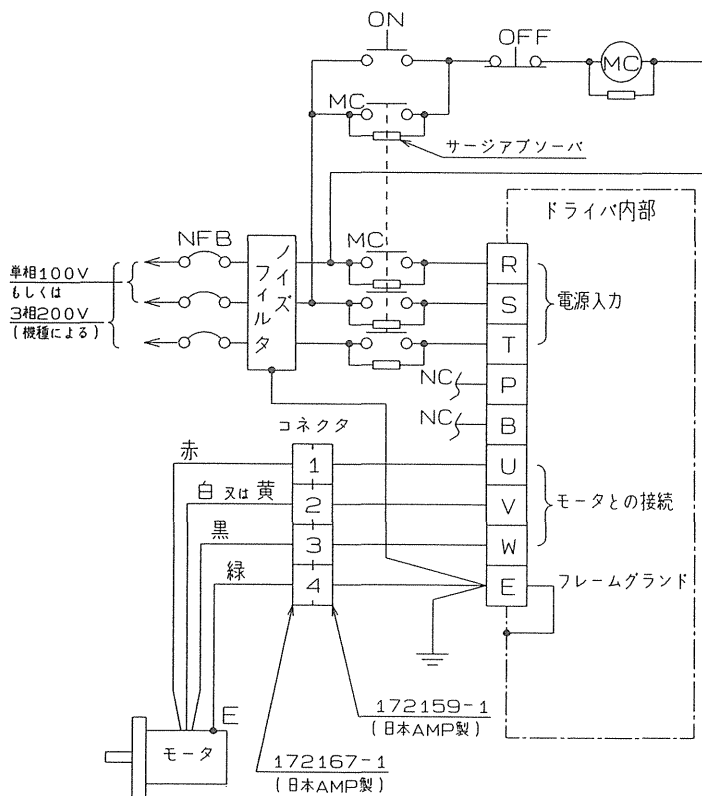

図 1. 端子台への配線例
- (1) 図1の"端子台への配線例"に従って配線してください。
- (2) 配線用機器、使用電線等については、5-2項"配線用機器の選定"を参照してください。
- (3) 電源入力端子(R, S, T)とモータ用出力端子(U, V, W)を逆接続しないでください。
- (4) モータ用出力端子(U, V, W)を地絡させたり、互いに短絡させないでください。
- (5) 端子P, Bには通常何も接続しないでください。又電源投入時、P, Bには高電圧が印加されていますので触れないでください。